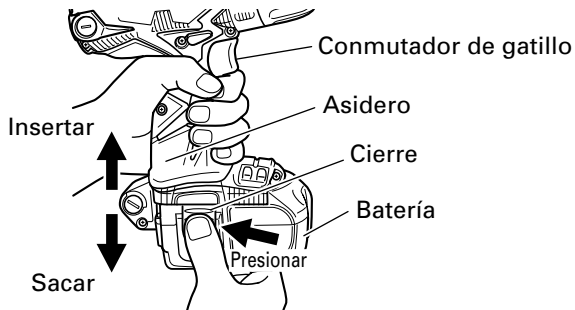

Fig. 3
- Insértela siempre completamente hasta que suene un pequeño chasquido. Si no lo hiciese, podría caerse de la herramienta, causando lesiones a usted mismo o a alguien que se encuentre cerca. (Fig. 3)
Extraiga la batería de la empuñadura de la herramienta presionando el enganche (2 piezas) de la parte lateral de dicha batería. (Fig. 3)